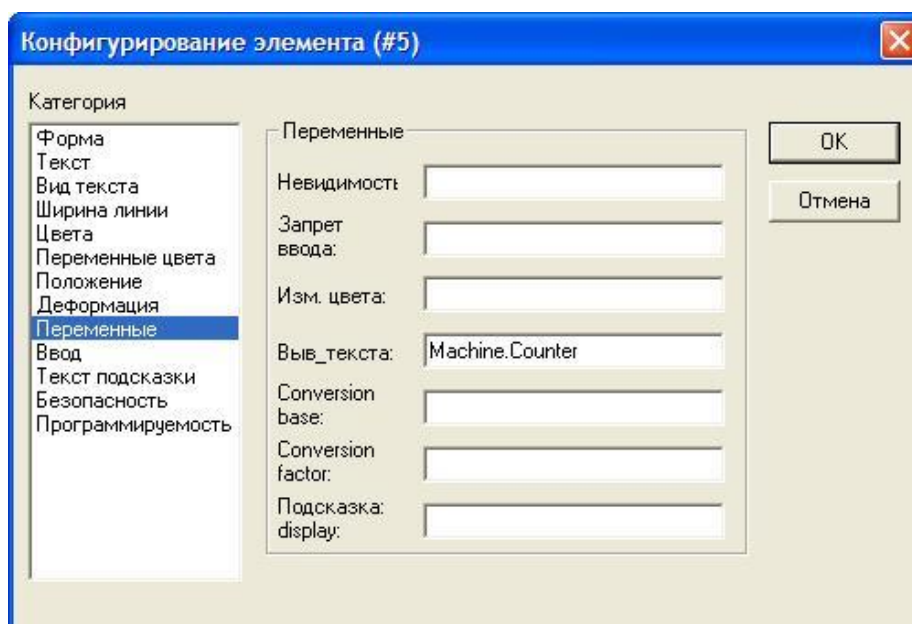

Рисунок 4.34
- Категорія Змінні — в полі **Виведення тексту (Text display)** змінна **Machine.Counter** (рис. 4.34)